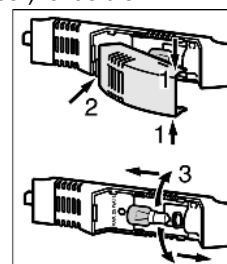

Fig. 13
- ▶ Saisir la protection d'ampoule en haut et en bas *Fig. 13 (1)*.
- ▶ Déclipser à l'arrière et détacher la protection d'ampoule *Fig. 13 (2)*.
- ▶ Remplacer la lampe *Fig. 13 (3)*.